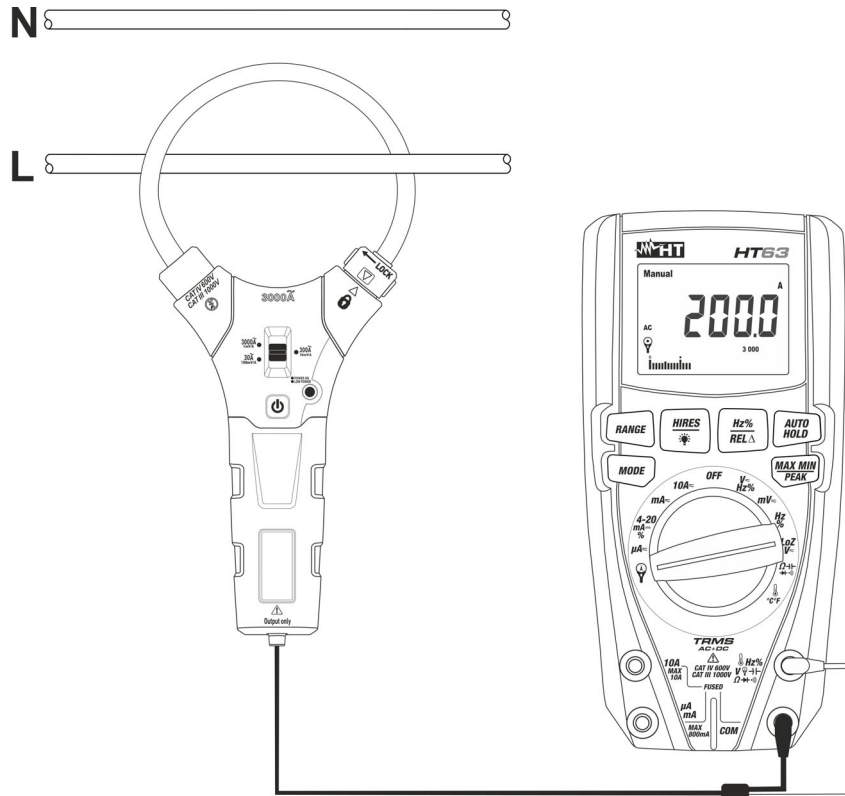

Fig. 12: Uso del instrumento para la medida de corriente CA/CC con transductor de pinza
5. Inserte el cable en el interior del maxilar (ver Fig. 12). El valor de la corriente es mostrada sobre el visualizador